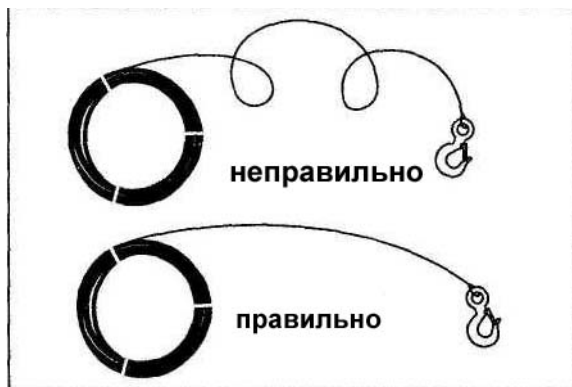

Рисунок 6
2. Следите, чтобы трос не перекрутился. Закручивание троса снижает его прочность. См. Рис. 6.